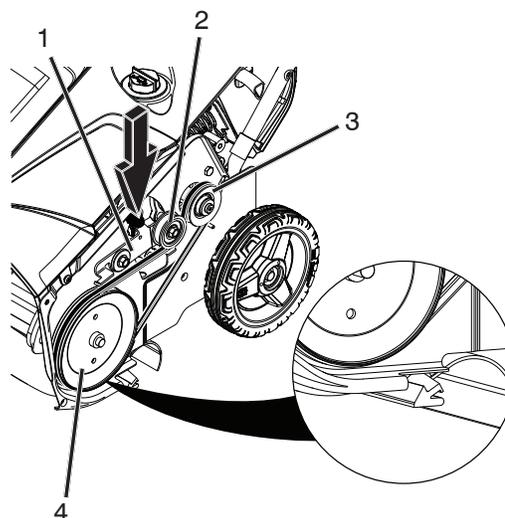

Figure 34
4. Poser la nouvelle courroie trapézoïdale de la tarière et la poulie d'entraînement, acheminer la courroie comme indiqué dans la Figure 34.